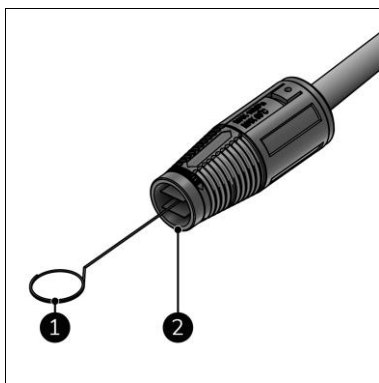

Figure 24
3. Retirez la buse (figure 24, pos. 2) du pistolet à jet (figure 6, pos. 7).
4. Nettoyez la buse à l'aide de la tige de nettoyage (figure 24, pos. 1).